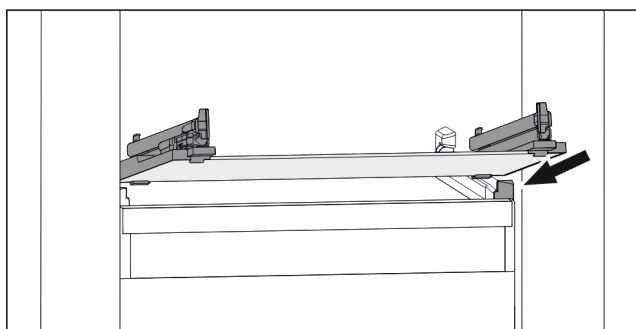

Fig. 107 Примерное отображение стеклнной пластины
- ▶ Наклоняя вниз, установите стеклнную пластину за стопоры. (см. Fig. 107)